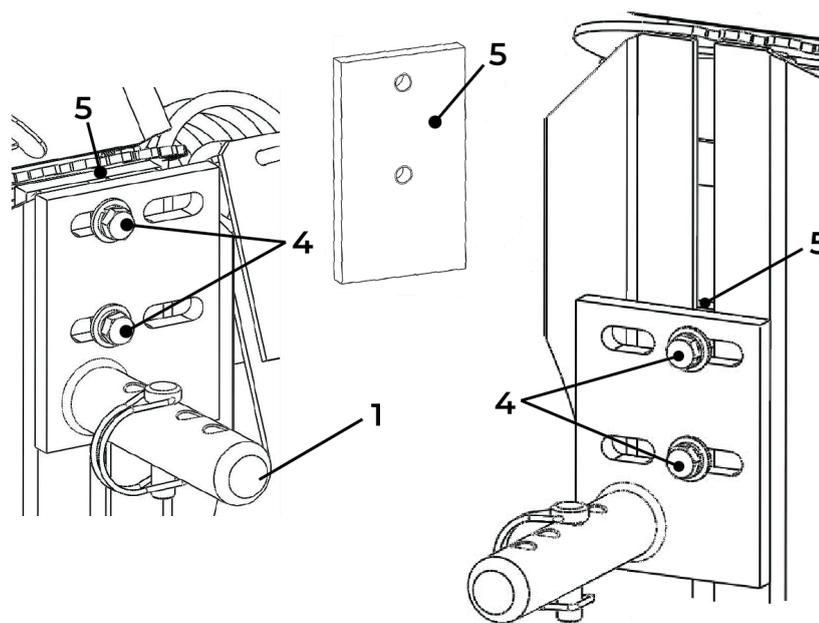

рис. 9, рис. 10
Болты (4) закрутите «от руки» (рис. 9; 10):
- в верхнее положение, используя пазы, показанные на рис. 9.
Окончательно закрутите болты (4) ключом (рис. 9; 10).